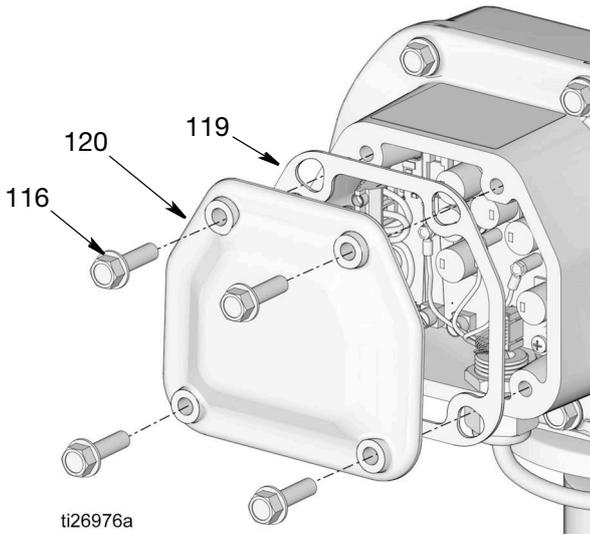

图 65
- 5. 卸下电机控制盒盖 (120) 上的螺丝 (116) 并卸下盖板和垫圈 (119) (图 65)。